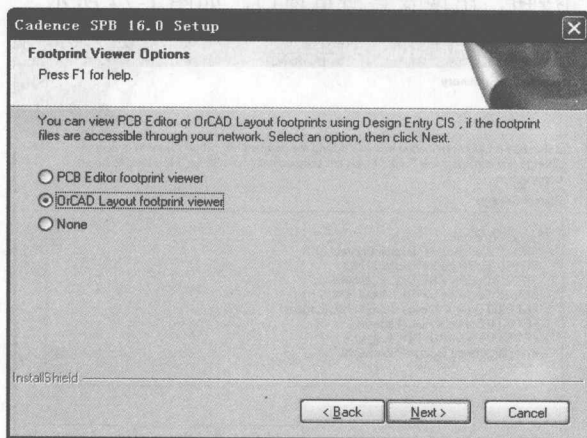

图1-21 【Footprint Viewer Options】窗口
(17) 单击 **Next >** 按钮，出现【Footprint Viewer Options】窗口，如图 1-21 所示。